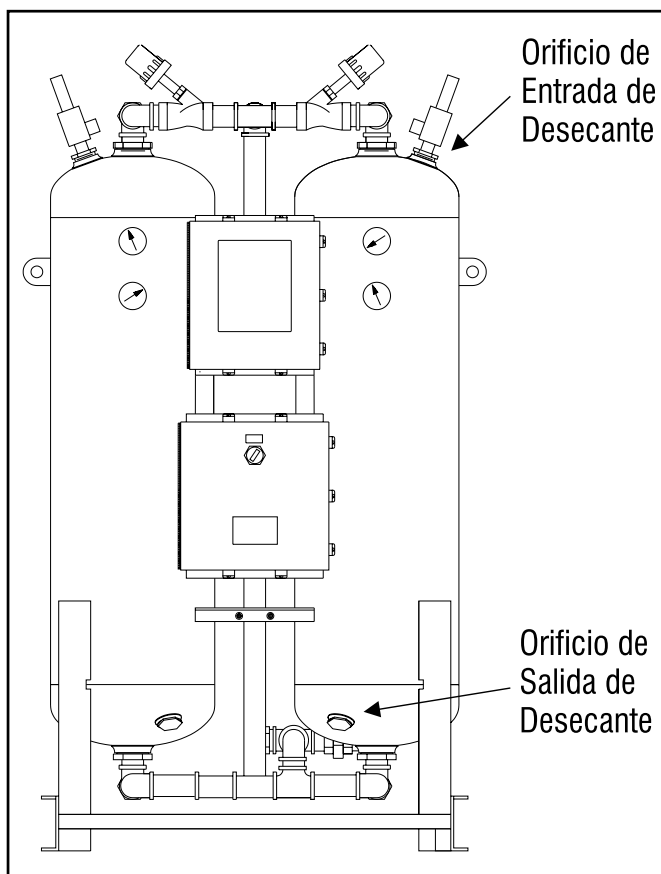

Figura 2
6. Remueva el tapón del orificio de salida de desecante(refierase a la figura 2).